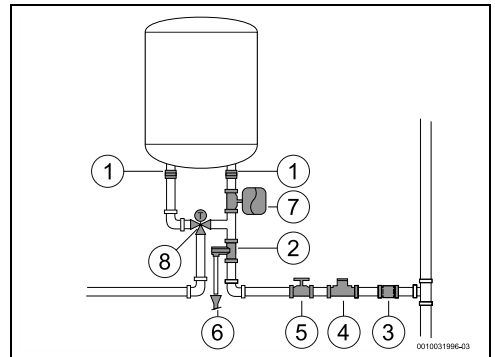

Fig. 13 Conexión de agua
- ▶ En caso de usar tubos PEX, instalar una regulación termostática (fig. 13, [8]) en la tubería de salida del aparato. Ajustarla para cumplir con el rendimiento del material usado.
- ▶ No instalar nunca accesorios (diferentes a los que se muestran en la fig. 13) entre la válvula de seguridad y la entrada de agua fría (lado derecho) del aparato.